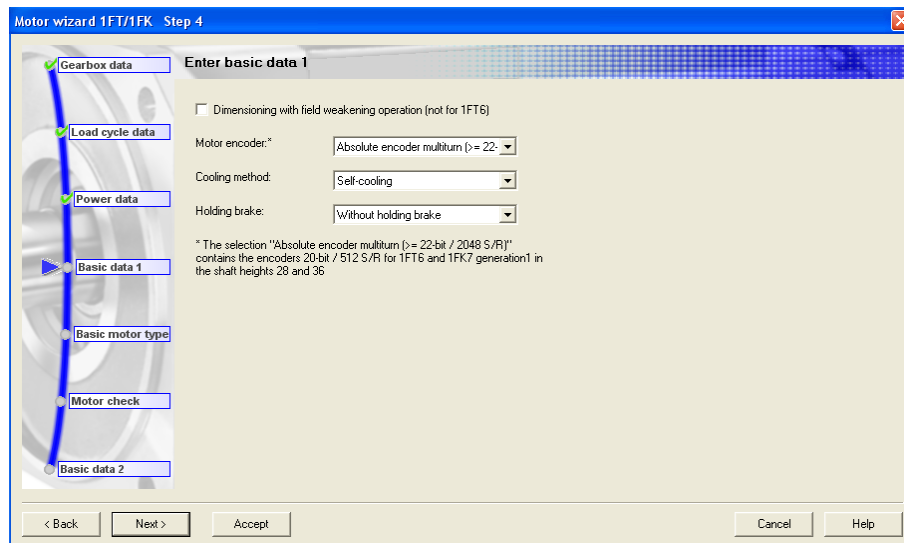

Figura 3.2.48 “Enter basic data 1”
Paso 4 *Enter basic data 1* (figura 3.2.48): en este paso se comienzan a seleccionar las primeras características del motor, es decir, el encóder (*Motor encoder*), el método de refrigeración (*Cooling method*) y freno de mantenimiento (*Holding brake*).